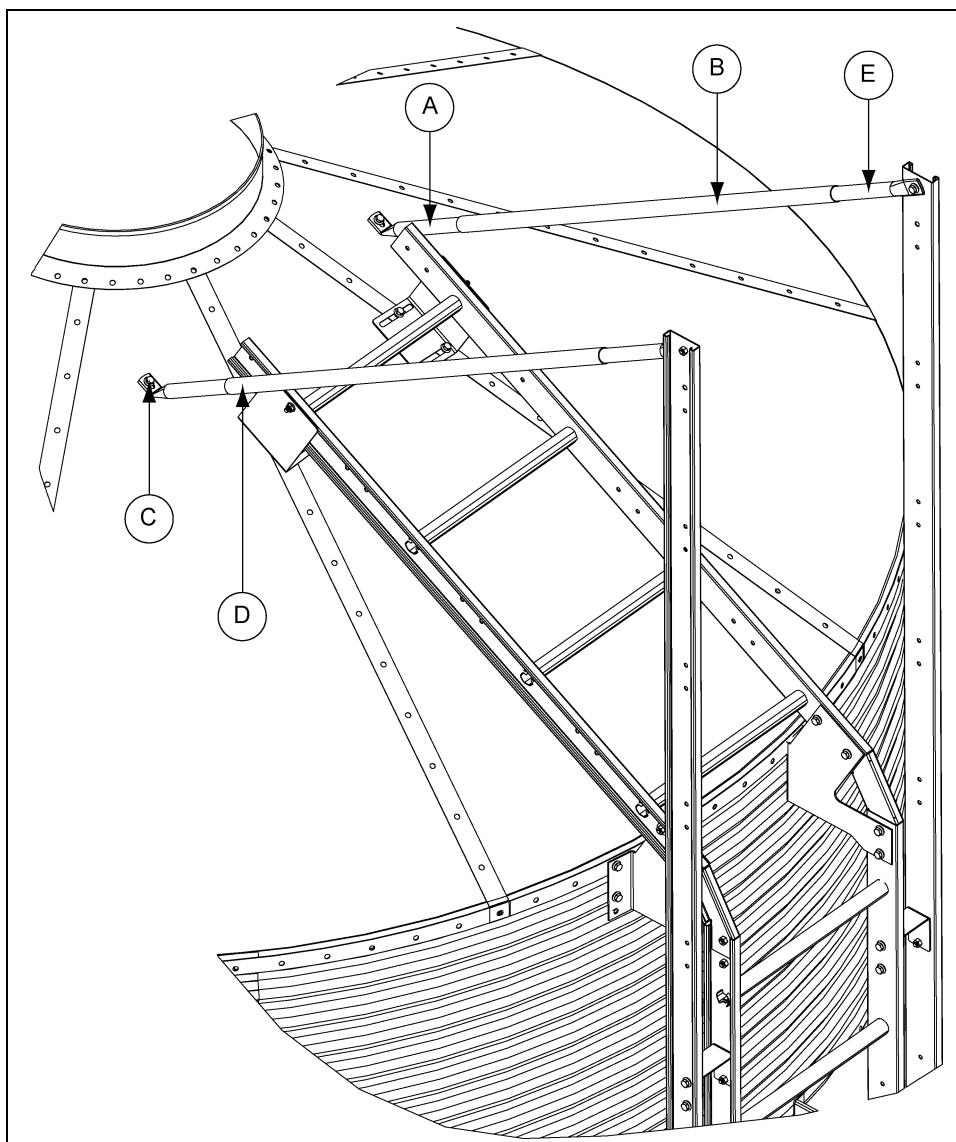

Рисунок 10B
На данном этапе необходимо установить регулируемые стяжки. Для изготовления одной регулируемой стяжки требуется одна труба большого диаметра и две (2) трубы меньшего диаметра. Установите трубы меньшего диаметра в трубы большого диаметра и закрепите одну трубу меньшего диаметра к верхней части удлинителя лестницы. Отрегулируйте другую трубу меньшего диаметра так, чтобы нижняя часть сплюснутой трубы касалась панели крыши. Просверлите четыре (4) отверстия 5/16" сквозь трубы большого и малого диаметра и скрепите их с помощью болтов 1/4" x 1-1/2" и гаек. Это позволит предотвратить смещение регулируемых стяжек. (см. рисунок 10B.)